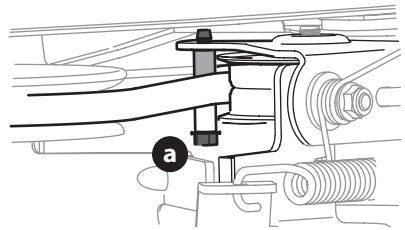

Figure 36
6. Retirez le porte-courroie (30" seulement) en retirant le boulon hexagonal (a) (Figure 36).